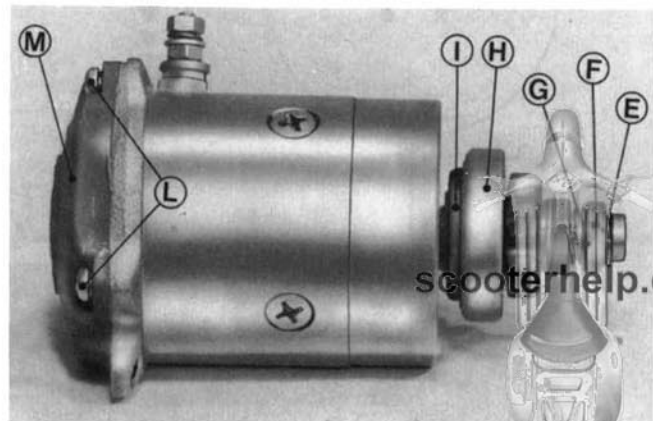

Fig. 30
2) Remove the circlip "E", the ring "F", the spring "G" and take off the pinion complete with the free wheel "H" (fig. 30).
Notice - The gasket "I" (fig. 30) must be replaced when mounting the unit, with a new one and stuck with LOCTITE IS 495.
2) Quitar el anillo elástico "E", el anillo de tope "F", el muelle "G" hasta sacar el piñón completo de rueda libre "H" (ver fig. 30).
Advertencia - La junta "I" (en la fig. 30) al remontaje debe ser siempre sustituida por otra nueva que será encolada con cola LOCTITE IS 495.
Replacement of the brushes: Remove the three screws "L" and the cover "M" (fig. 30), then replace the two brushes.
Replacement of armature: Remove the three screws "L" (fig. 30), the cover, the brushes and brush holder, then carry out the operations 1) and 2) of the paragraph replacement of pinion free wheel and take out the armature.
After lubrication of the roller cages and assembled a new armature fit again brush holder, brushes and cover "M" and secure it with three screws "L" (fig. 30), then complete the operation with the caulking of the cap as described at point 3).
Substitución escobillas: quitar los 3 tornillos "L" y la tapa "M" (en la fig. 30), luego substituir las dos escobillas.
Substitución inducido: quitar los tre tornillos "L" (fig. 30), la tapa, las escobillas y el porta escobillas, luego efectuar las operaciones indicadas en el punto 1) y 2) del párrafo substitucion piñon-rueda libre y sacar el inducido. Después de lubricar los dos casquillos de agujas y montado un nuevo inducido, remontar el porta escobillas, las escobillas y tapa "M" sujetándolo con los 3 tornillos "L" (fig. 30), luego completar el montaje achaflanando el capuchón como se ha indicado en el punto 3).